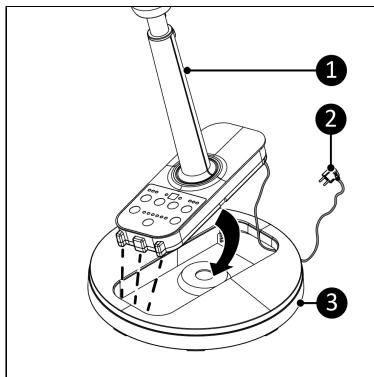

Figure 52.
2. Insérez le cordon d'alimentation (Figure 52, pos. 2) dans l'ouverture du socle (Figure 52, pos. 3).
3. Poussez le ventilateur (Figure 52, pos. 1) dans l'ouverture du socle jusqu'à ce qu'il s'enclenche.